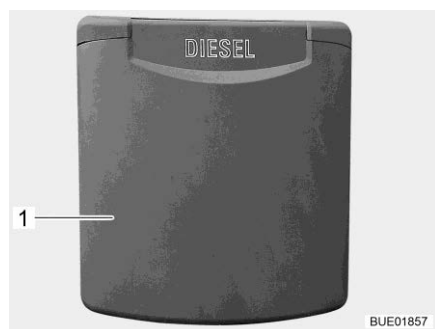

Fig. 44 Sportello esterno del bocchettone di riempimento per il rifornimento di carburante
- Sollevare lo sportello esterno (Fig. 44,1).